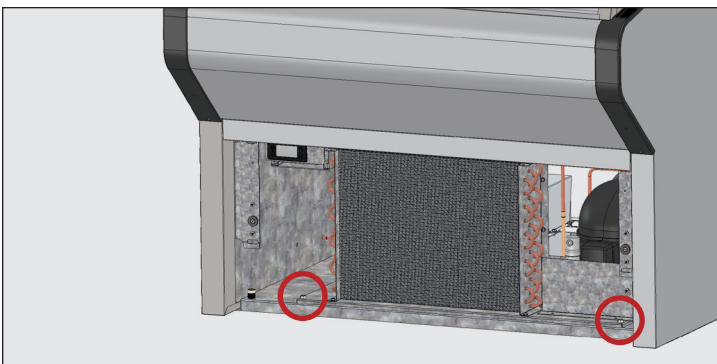

Fig. 5. Retirez les boulons du socle du condenseur.
6. Retirez les boulons du socle du condenseur. Voir fig. 5.